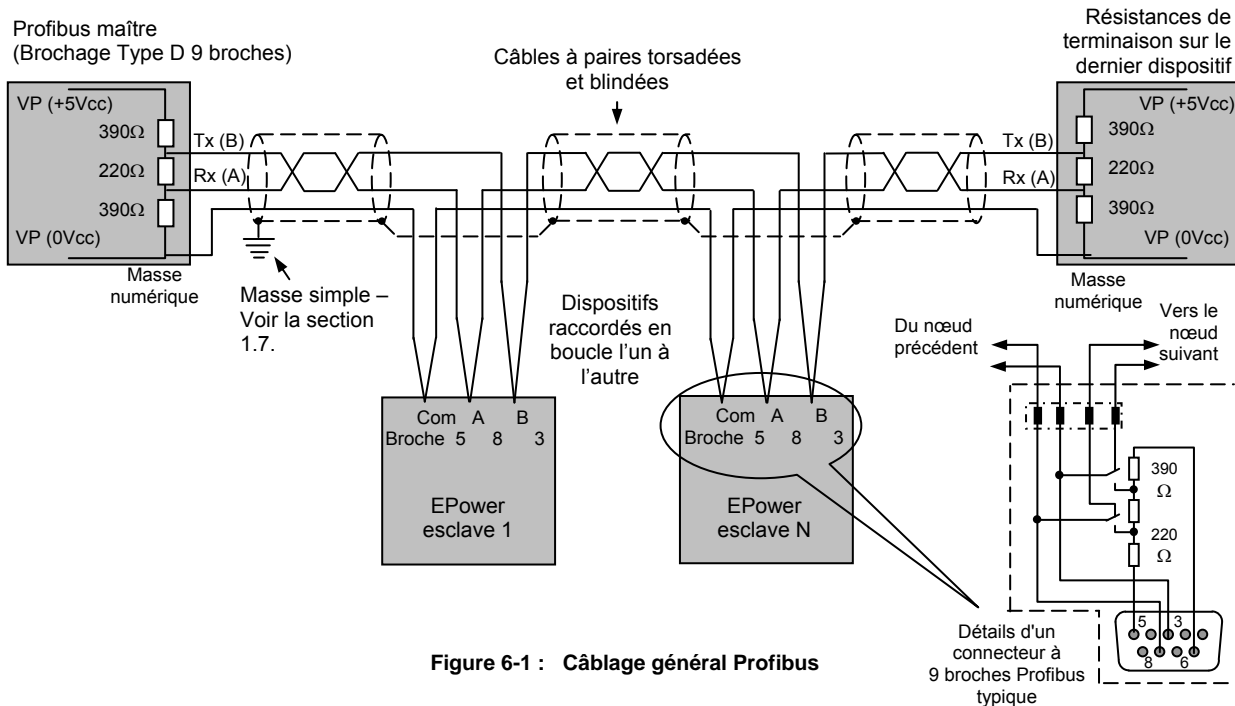

Figure 6-1 : Câblage général Profibus
Les principes de câblage décrits à la section 1.5 s'appliquent à Profibus. La terminaison de ligne est différente de la norme EIA485 comme indiqué dans Figure 6-1.
6. S'assurer que le nœud final sur la ligne de transmission (quel que soit le type d'instrument dont il s'agit) est correctement terminé au moyen de trois résistances comme indiqué dans Figure 6-1, et que seuls le premier nœud et le nœud final sont terminés.
4. S'assurer que le nœud final sur la ligne de transmission (quel que soit le type d'instrument dont il s'agit) est correctement terminé au moyen de trois résistances comme indiqué dans Figure 6-1, et que seuls le premier nœud et le nœud final sont terminés.